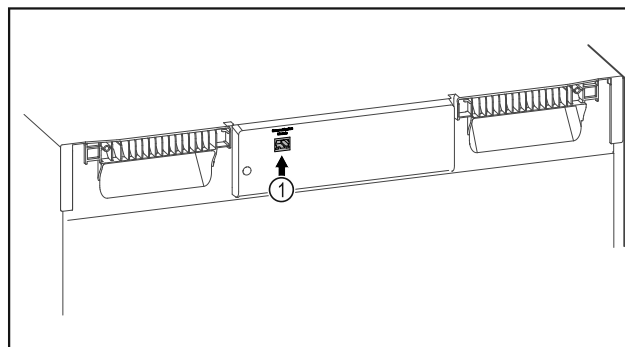

Fig. 102
- Le SmartModule Fig. 102 (1) est en place.